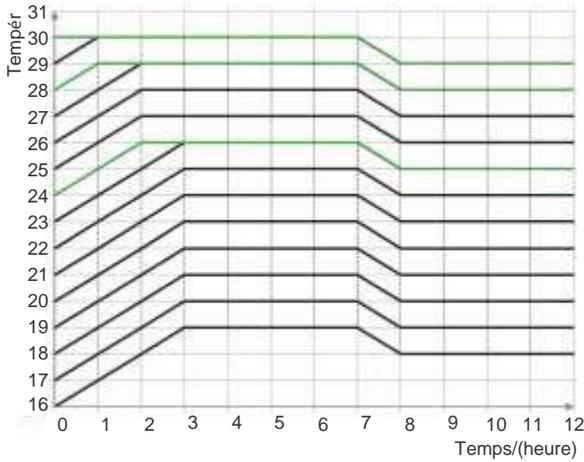

Fig.14 Courbe de Nuit en mode Réfrigération
- ①. Par défaut, le mode Nuit est désactivé lors du retour de l'alimentation après une coupure.
- ②. La fonction Nuit n'est pas disponible en mode Ventilateur.
- ③. Lorsque la fonction Silencieux est activée, celle-ci sera toujours effective, que la fonction Nuit soit activée ou non.
- ④. En mode Réfrigération, la fonction Nuit est activée, la plage de température configurée peut être 16~23°C, 24~27°C, 28~29°C ou 30°C. Chaque plage présente une courbe différente, comme indiqué dans la Fig.14.